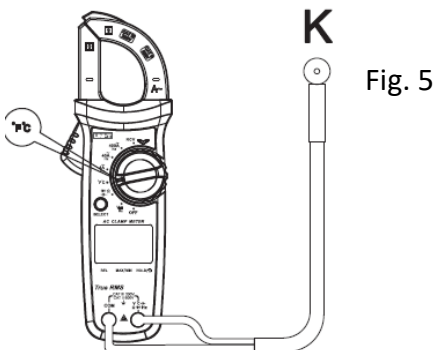

Fig. 5
**7. Măsurarea temperaturii (doar UT202 +) (vezi fig. 5)**